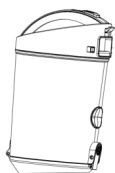

Рис.7
2. Для высыпания мусора и пыли поместите емкость прямо над мусорной корзиной (пакетом), затем нажмите выпускную кнопку ёмкости. Крышка в днище ёмкости автоматически откроется.(Рис. 7 и Рис. 8)